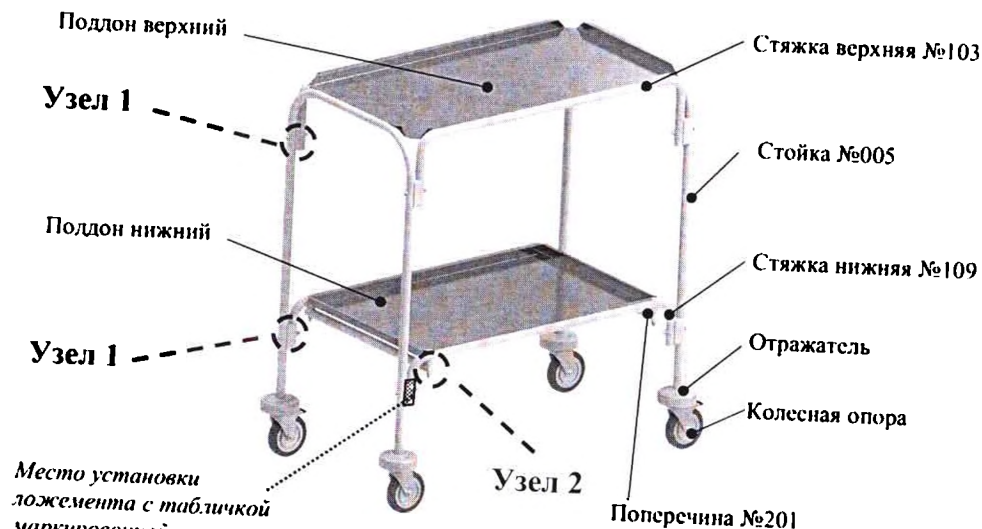

Рис.3
1. Соединить стойки №005 стяжками верхними №103 и нижними №109 (рис.3), зафиксировав соединенные крепёжными элементами (Таблица 7, Узел 1).
2. Соединить стяжки нижние №109 поперечинами №201 (рис.3), зафиксировав соединенные крепёжными элементами (Таблица 7, Узел 2).
5. Установить поддон верхний на стойки №005 и стяжки верхние №103 (рис.3).
6. Установить поддон нижний на поперечины №201 и стяжки нижние №109 (рис.3).